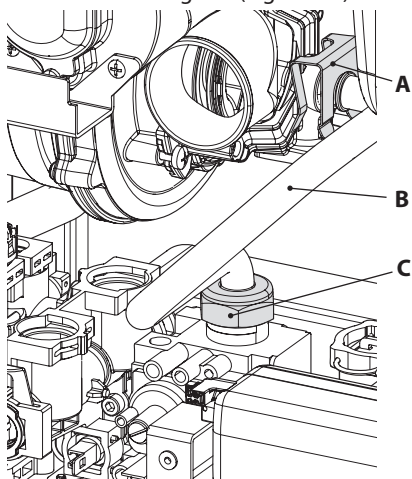

Figura 8.1
- Togliere la forcina **A**, svitare il girello **C** ed estrarre il tubo del gas **B** (Figura 8.1).
! **Attenzione per rimontare eseguire le operazioni effettuate in senso inverso, stando attenti a non rovinare la guarnizione OR del tubo gas quando si inserisce il tubo nell'aerotech ed eseguire la prova di tenuta gas dopo aver stretto il girello del tubo gas (Figura 8.1).**